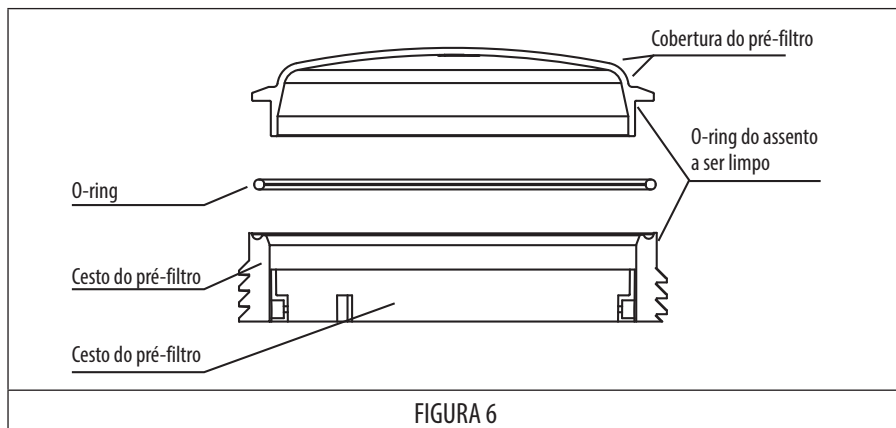

FIGURA 6
- Sempre que o pré-filtro for aberto, limpe qualquer sujidade na vedação e no respetivo alojamento para garantir que a tampa fica estanque uma vez fechada (Figura 6).